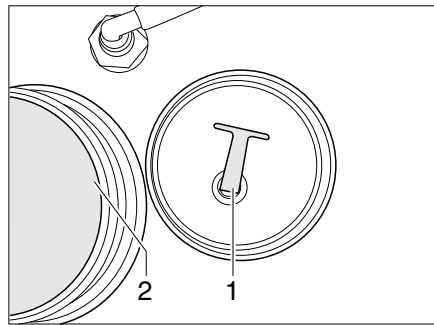

Bild 138 Wassertank
- Verschlussdeckel (Bild 138,2) abschrauben.
- Verschlussdeckel (Bild 138,2) am Wassertank abschrauben.
- Den Verschluss-Stopfen (Bild 138,1) aus der Ablassöffnung heraus-schrauben. Das Wasser läuft ab.